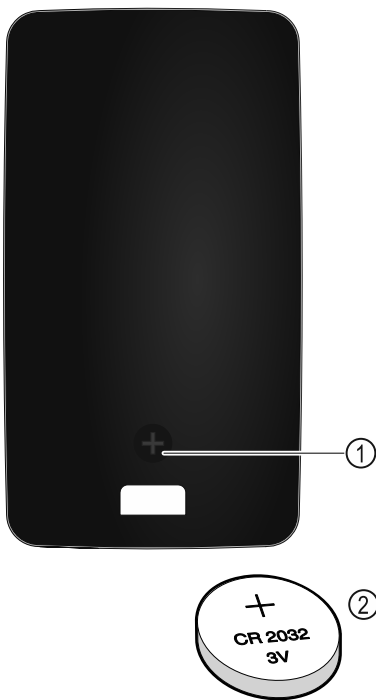

Fig. 229
De stroomvoorziening van de afstandsbediening vindt plaats via een batterij van het type CR 2032 met 3V Fig. 229 (2) die verkrijgbaar is bij de gespecialiseerde handel.
- ▶ Schroef Fig. 229 (1) aan achterzijde van de afstandsbediening eruit draaien.